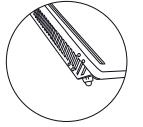

Рис. 7
- перевёрнуть конектор нижней частью кверху (рис. 7);